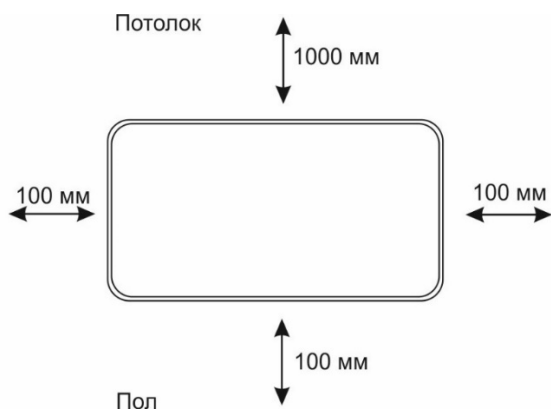

Рис. 3. Минимальное расстояние до посторонних предметов при настенной установке
1. Определите место установки прибора с соблюдением минимальных расстояний до посторонних предметов, потолка и пола. (**Рис.3**).